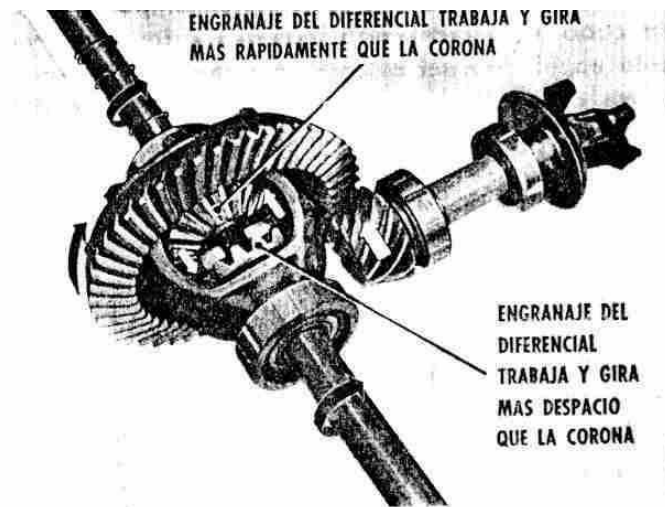

Fig. 198. — Funcionamiento del diferencial y del engranaje de mando del puente trasero, cuando el "vehículo dobla una esquina".
c) Doblando una esquina, una rueda gira más rápidamente que la otra. La rueda interior recorre menor distancia que la exterior; por lo tanto, gira más lentamente y el diferencial trabaja (Fig. 198). un efecto "parecido" al que sucede en el diferencial, cuando patina una de las ruedas. La rueda interior y su engranaje del diferencial, giran más despacio que la caja del diferencial. Por ello, los piñones del diferencial llevados por la caja, giran sobre su propio eje.